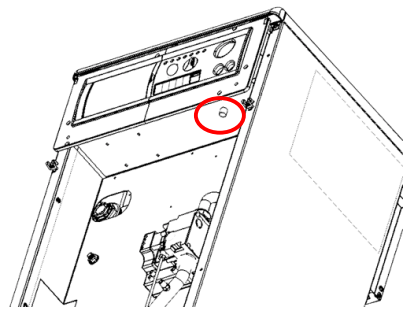

рис. 2
* нажать кнопку, расположенную на термостате, который контролирует правильный выброс газов (рис. 2)